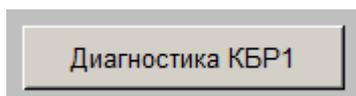

Рисунок 7.31 – Пример кнопки открытия окна диагностики КБР ЭССО-М
Для открытия окна диагностики КБР на экране АРМ ШН необходимо нажать соответствующую кнопку (рисунок 7.31).
- светло-серый (рисунок 7.31) – отсутствие неисправностей в КБР;